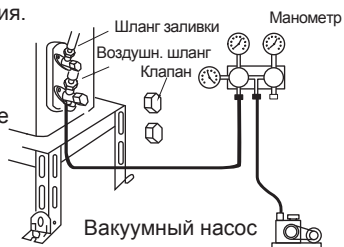

рис. 5
8. Затяните крышку клапана низкого давления. (см. рис. 5)